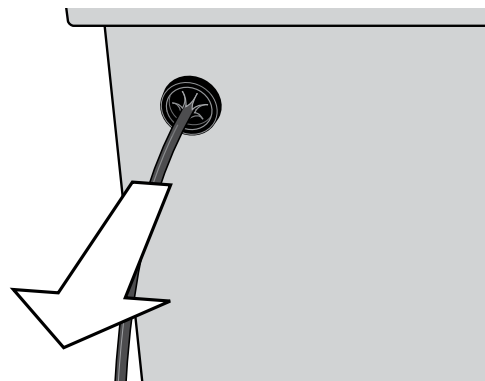

Figure 6
4. Pour introduire des cordons dans le coffre, présentez-les toujours depuis l'arrière. Une fois que la tête de cordon est en place, retirez légèrement le cordon de 5 à 7,5 cm pour vous assurer que les picots en étoile protégeant des intempéries sont bien dirigés vers l'extérieur du coffre (figure 6). Ne poussez jamais le cordon depuis l'intérieur du coffre de sorte que les points de prise correspondants soient exposés à l'environnement.